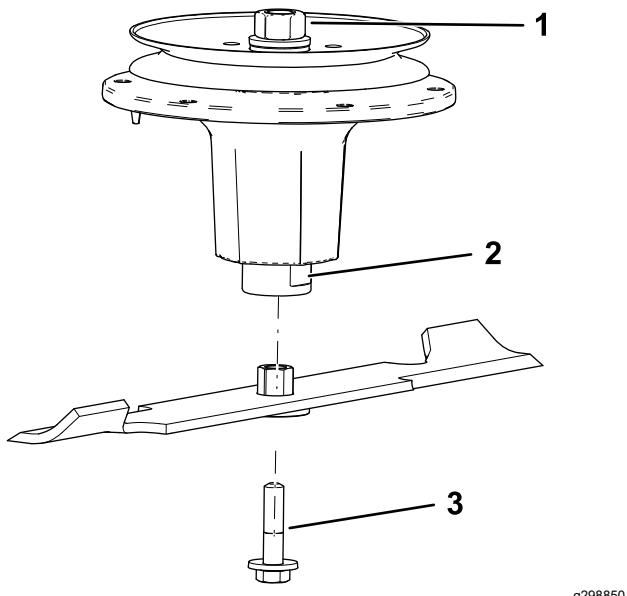

Figura 76
2. Instale el conjunto de buje/cuchilla en el eje (Figura 76).